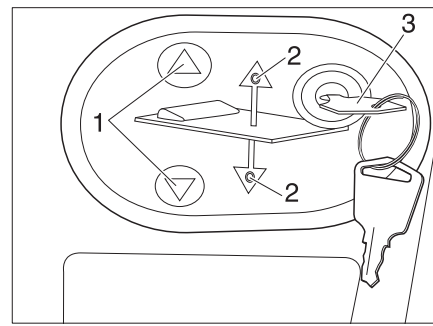

Fig. 146 Panneau de commande pour le lit escamotable électrique
- Insérer la clé (Fig. 146,3) dans le panneau de commande.
- Appuyer sur la touche  ou  (Fig. 146,1) et la maintenir enfoncée. La DEL (Fig. 146,2) respective s'allume et le lit escamotable s'abaisse ou se lève.
- Lorsque la position désirée est atteinte, relâcher la touche  ou  (Fig. 146,1). La DEL (Fig. 146,2) respective s'éteint.
- Retirer la clé (Fig. 146,3).